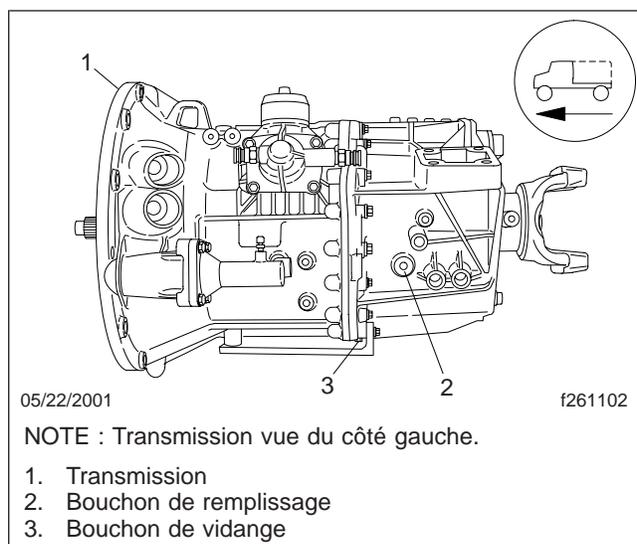

Fig. 7, Bouchons de vidange et de remplissage de la boîte de vitesses MB
2. Pour vidanger le liquide de la transmission, procédez comme suit : Voir la **figure 7**.
3. Nettoyez la surface autour du bouchon de remplissage. Voir la **figure 7** pour connaître l'emplacement du bouchon de remplissage